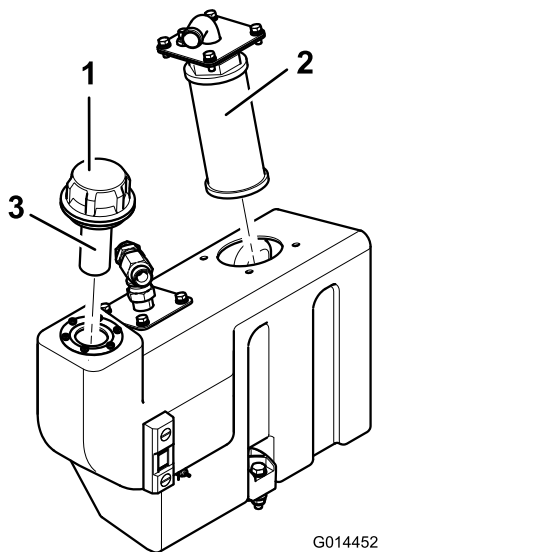

Figure 71
1. Enlevez la bride d'aspiration du réservoir d'huile pour accéder à la crépine d'aspiration (Figure 71).
2. Dévissez et déposez la crépine et nettoyez-la avec de la paraffine ou de l'essence avant de la reposer (Figure 71).